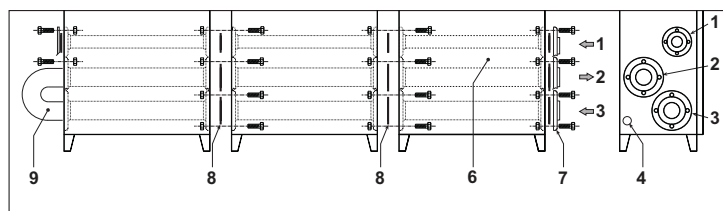

рис. 18
- На последнем модуле соедините подающий трубопровод с обратным (см. рис. 18).